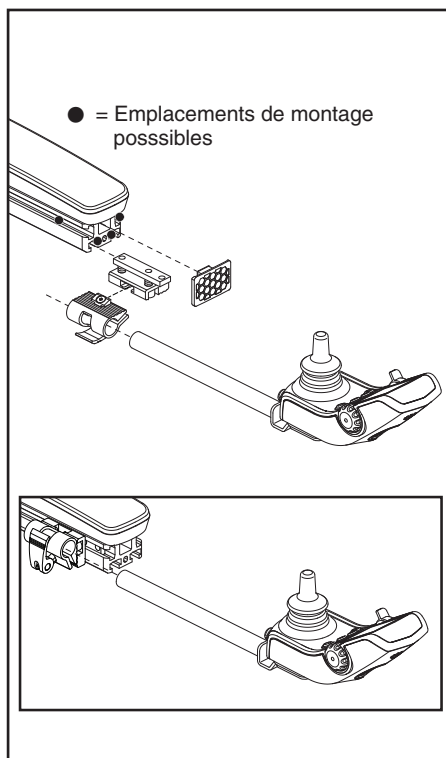

Figure 18. Position du contrôleur (Bloc de montage standard illustré)
3. Desserrer les vis de montage du bloc de montage du contrôleur. **Voir la figure 18.**